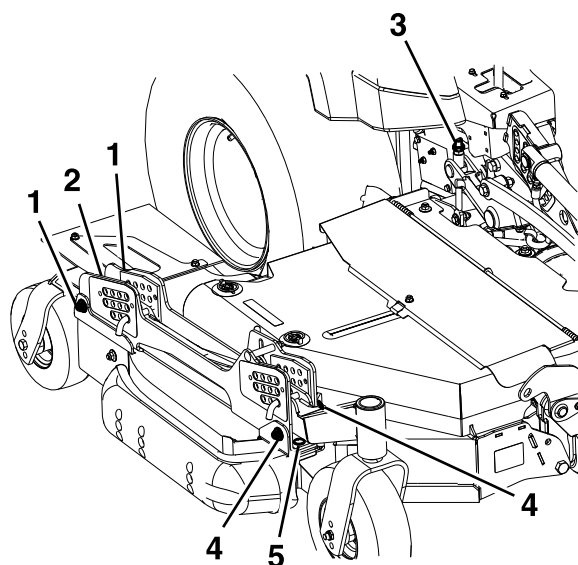

**Figure 80**
7. Si le tablier est trop bas, serrez le boulon de réglage monopoint dans le sens horaire (Figure 80).